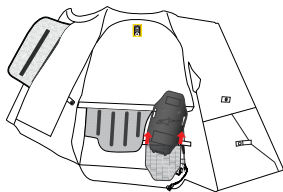

Abbildung 13
3. Nehmen Sie das Inflatorgehäuse (4) aus seiner Tasche, indem Sie die beiden Klettverschlüsse öffnen (Abbildung 13).
**WARNUNG!** Der Ausbau des Inflatorgehäuses (4) muss nicht geöffnet werden. Öffnen Sie nicht das Inflatorgehäuse (4). Nur autorisierte Alpinestars-Händler dürfen das Inflatorgehäuse (4) zu Wartungszwecken öffnen.